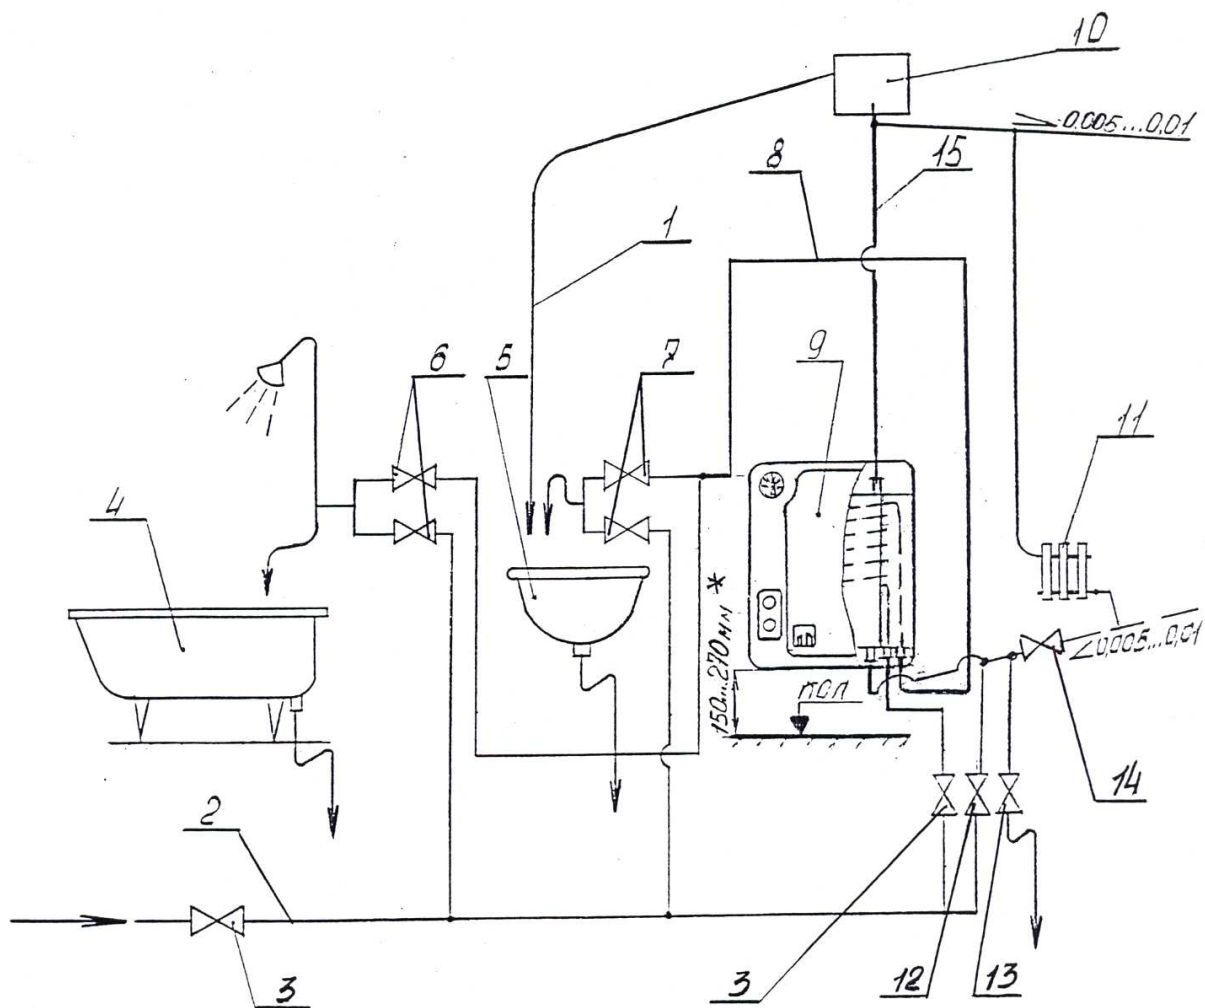

Рис. 5 Примерная схема установки котла с гравитационной системой отопления.
5.14 Примерная схема установки котла в открытой гравитационной системе отопления и подключение к системе хозяйственного водоснабжения приведена на рис.5. При подключении котла к системе хозяйственного водоснабжения на входе в котел необходимо установить сетчатый фильтр с размером ячейки не более 3х3 мм.
2** В случае применения принудительной циркуляции теплоносителя котлы могут быть установлены на любой удобной высоте при условии доступа к элементам управления, розжига и контроля. Для гравитационных отопительных систем высоту Н см. рис.5.
4) контролировать наличие воды в расширительном баке и, при необходимости, доливать воду (для открытой отопительной системы, см. рис.5);